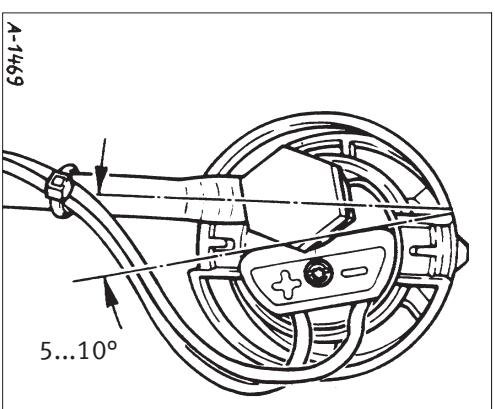
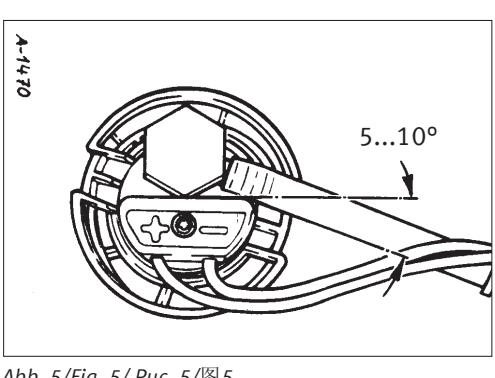
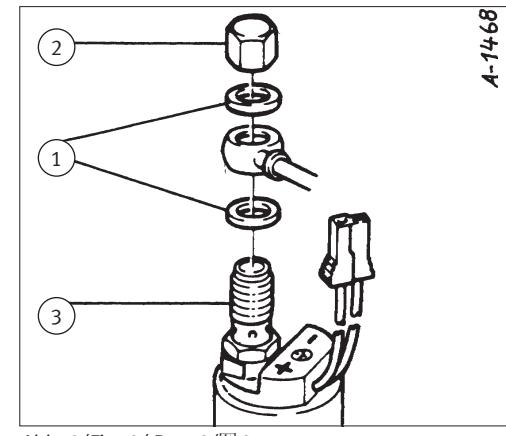

Abb. 4/Fig. 4/Puc. 4/图4
Abb. 5/Fig. 5/Puc. 5/图5
Abb. 3/Fig. 3/Puc. 3/图3
- 利用新的密封环（1, 图 3）和新的盖形螺母（2）旋上燃油管路，按照图 4（前轮驱动）或图 5（全轮驱动）拧紧。盖形螺母的拧紧扭矩（2, 图 3）：13–16 Nm。此时在螺旋接头（3, 图 3）上抵住。